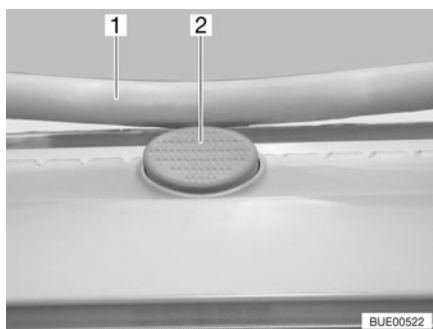

Fig. 67 Botón de seguridad en la claraboya Heki
- Pulsar el botón de seguridad (Fig. 67,2) y tirar la horquilla (Fig. 67,1) hacia abajo con ambas manos.
- Presionar el estribo hacia arriba con ambas manos hasta que la horquilla se encuentre encima del botón de seguridad (Fig. 67,2).